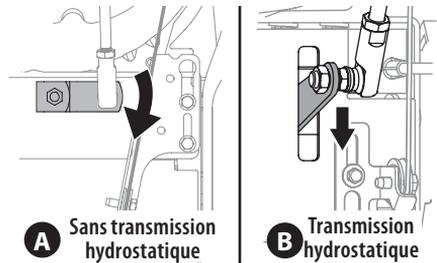

Figure 33
- Le levier de vitesse, placé à l'arrière de la transmission, doit être complètement tourné vers le bas. Voir Figure 33 (A) pour les modèles sans transmission hydrostatique et Figure 33 (B) pour ceux avec une transmission hydrostatique.